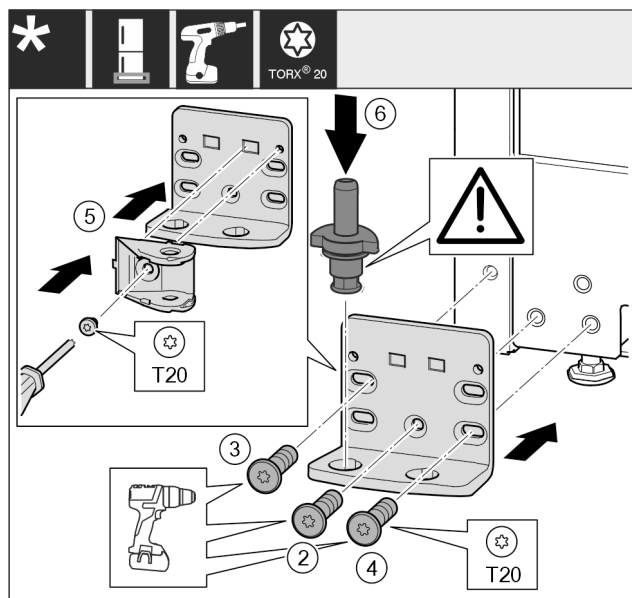

Fig. 21 *
- Założyć płytkę zawiasu z drugiej strony i przykręcić śrubokrętem. Rozpocząć od śruby Fig. 21 (2) dolnej umieszczonej na środku.*
- Dokręcić śrubę Fig. 21 (3) i śrubę Fig. 21 (4).*